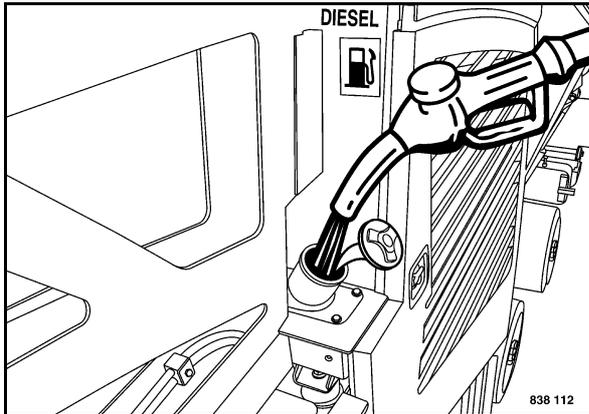

Fig. 146
- Se necessario, rabboccare carburante (gasolio o gasolio invernale) (Fig. 146).